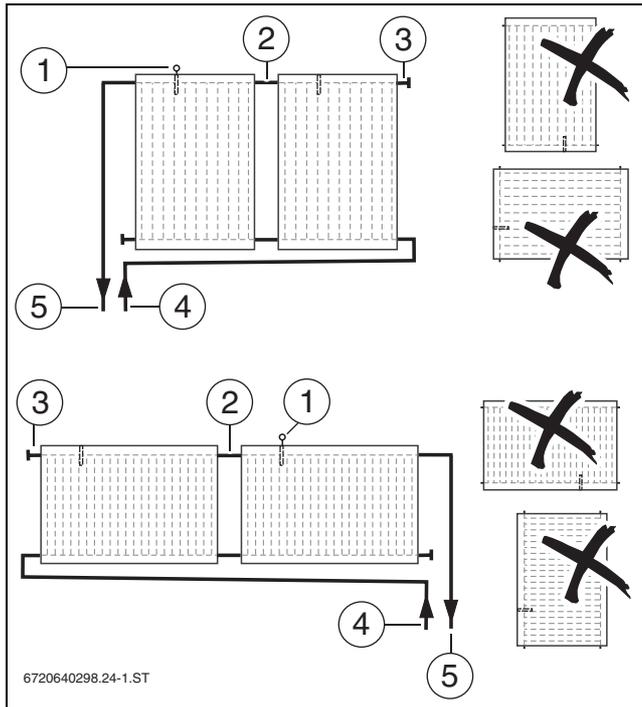

Fig. 20 Disposición de los colectores verticales (arriba) u horizontales (abajo)
- Conectar recíprocamente el campo del colector (→ fig. 20).
- Para el montaje del colector, procurar que la vaina de inmersión para la sonda del colector quede arriba (→ fig. 20 [1]).
- Planificar la disposición del cable de la sonda del colector de manera que la sonda (→ fig. 20 [1]) pueda montarse en el colector con la alimentación conectada [5].